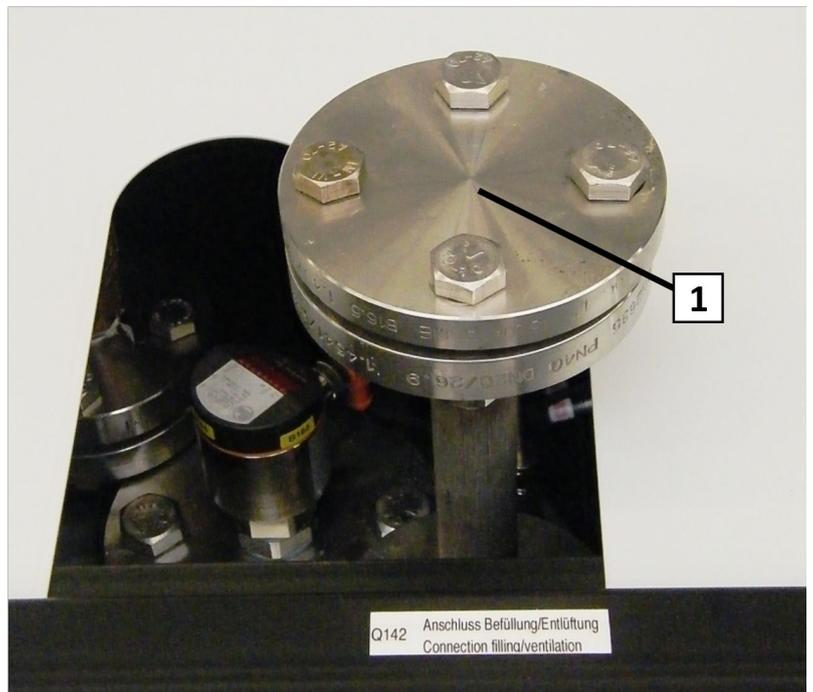

Fig. 33: Conexión Q142
19. Abrir la brida (Q142) (Fig. 33 [1]) en el vaso de expansión.